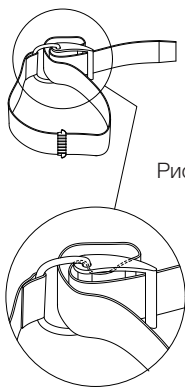
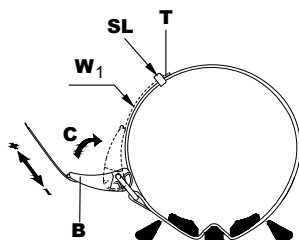

Рис. 2-4
Рис. 2-7
1. Вращайте пряжку, пока она не защелкнется в открытом положении. Сдвиньте ремень вокруг пластиковой пряжки, как показано на рисунке (рис. 2-4), смочите ремень, прежде чем зажать его на резервуаре, и отрегулируйте длину (рис. 2-7).